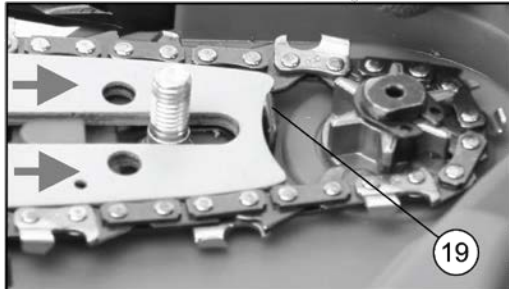

Рисунок 3
3.1.4 Вставте шину на пластину механізму натягувача ланцюга так, щоб край шини впирався в натяжний важіль (19, рисунок 3) і натисніть в бік приводної зірочки. Розмістіть ланки ланцюга навколо приводного зубчастого колеса (зірочки) пили.